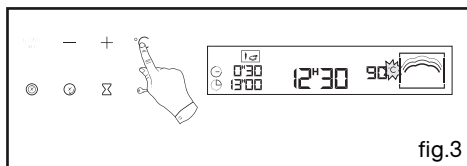

fig.3
### • Grille (fig.3)
- Appuyez sur la touche °C, le symbole "°C" clignote (fig.3).